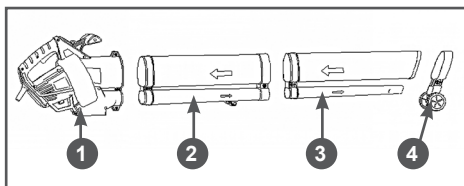

Рис. 2 Общая схема сборки устройства
2. Соберите и установите напорную трубу и опорные колёса. Общая схема сборки устройства показана на Рис. 2.